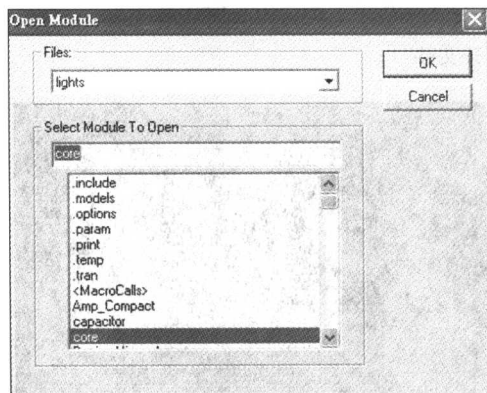

图 1.9 打开 core 模块
(5) 打开 core 模块: 选择 Module → Open 命令, 打开 Open Module 对话框, 在 Sddct Module To Open 列表框中选择 core 选项, 如图 1.9 所示, 再单击 OK 按钮。